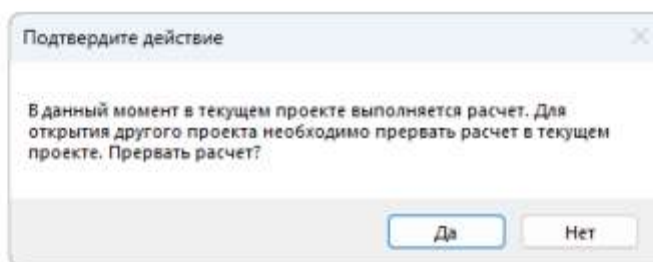

Рисунок 8.4.5
- выполнить команду **Файл → Открыть**. Откроется окно подтверждения прерывания расчета (см. Рис. 8.4.5);